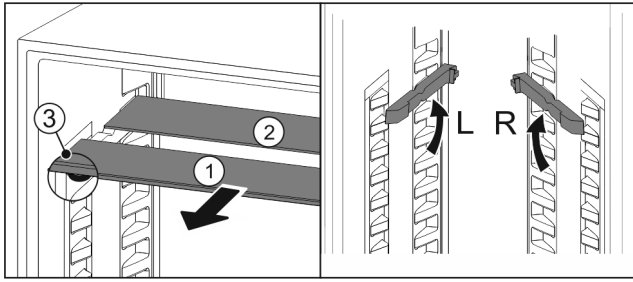

Fig. 85
- ▶ Retire las planchas de cristal individualmente hacia delante Fig. 85 (1).
- ▷ La placa de vidrio Fig. 85 (1) con moldura está situada delante.
- ▷ Los topes Fig. 85 (3) miran hacia abajo.